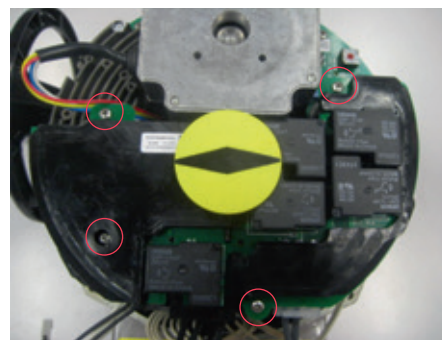

Figuur 18
- Verwijder de 2-pins verbindingkabel van J1A op de logische schakeling (Figuur 18).